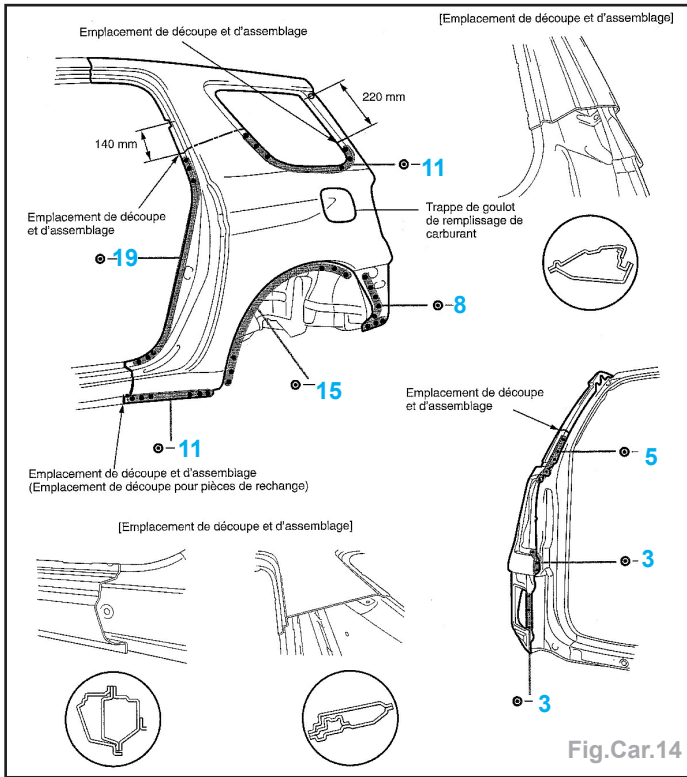

Fig.Car.14
- Tracer puis découper le pied milieu, le montant de custode et le bas de caisse à l'aide d'une meule assiette ou d'une scie alternative (Fig.Car.14).